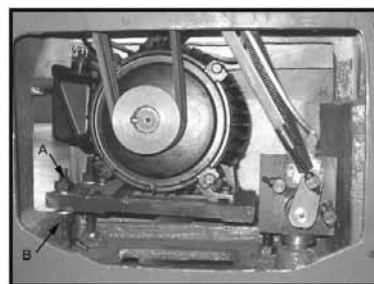

Fig. 20
3. Løsn sekstantmøtrikken (A, Fig. 20). Placer en trækloids under motoren til at understøtte den. Løft motoren op og blokér den midlertidigt.
6. Stram kilremmene ved at løsne møtrikken (B, Fig. 20) og spænde møtrikken (A, Fig.20) til et let tryk med fingeren giver et udsving af remmene på ca. 3/4".